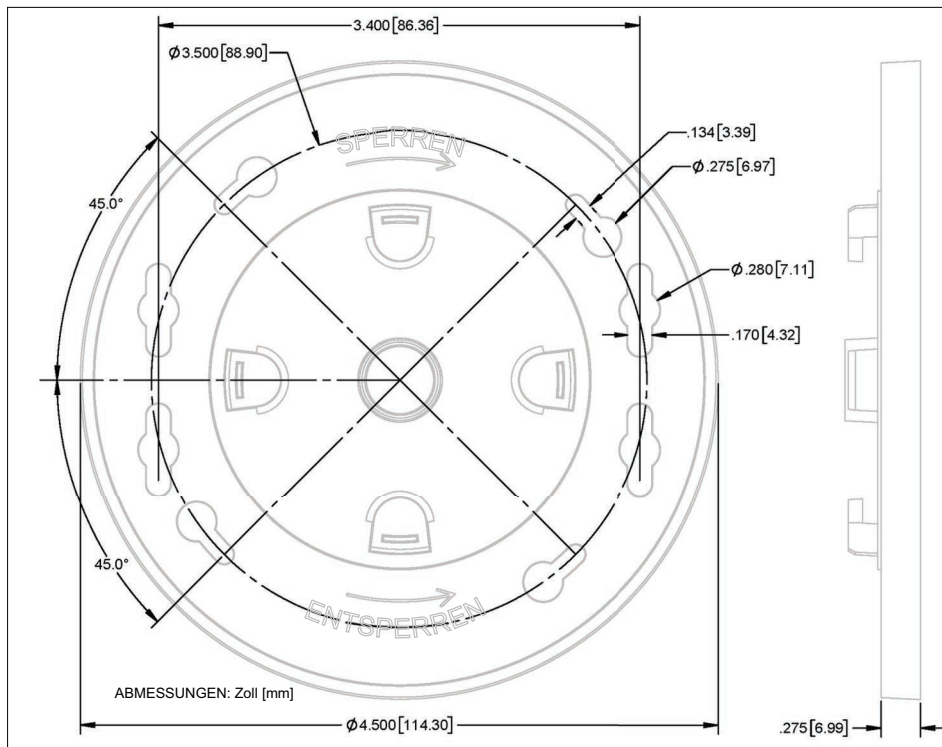

Abbildung 3. Gateway-Halterung – Abmessungen Zoll [mm]
2. Halterung (siehe Abbildung 3) und Antenne aus dem Gateway-Installationskit nehmen. Eine Position an der Wand zur Befestigung der Gateway-Halterung finden.